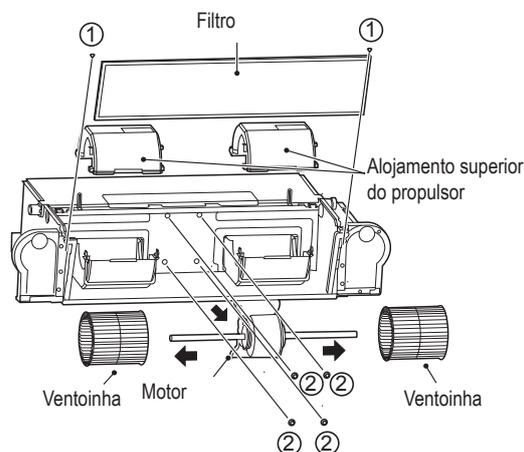

Figura 4-5 Remoção do filtro, voluta superior e parafusos do motor
- Como mostrado na Figura 4-5, remova os parafusos ① \*2 para retirar o filtro. Em seguida, retire a voluta superior.